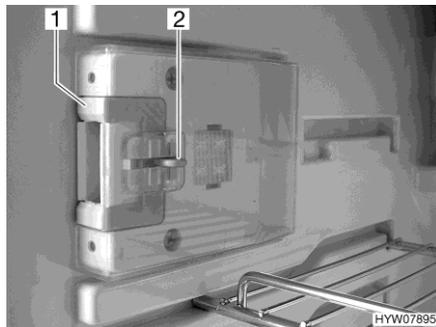
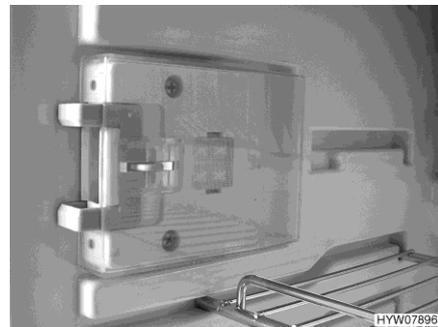

Fig. 253 Dispositivo de cierre (posición normal)
Fig. 254 Dispositivo de cierre (posición de ventilación)
- Hundir el desbloqueo (Fig. 253,2).
- Empujar el dispositivo de cierre (Fig. 253,1) hacia delante (Fig. 254).